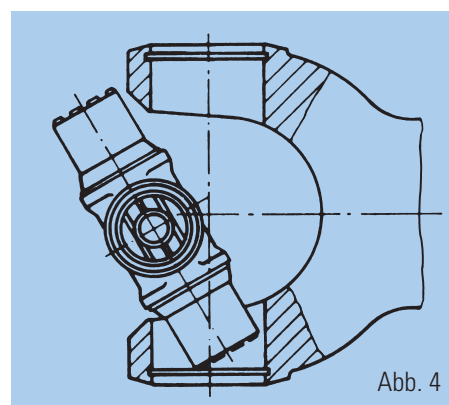

Abb. 4
6. Gelenkkreuz wird herausgenommen (Abb. 4).
1. Gelenkkreuz wird eingeführt (Abb. 4)